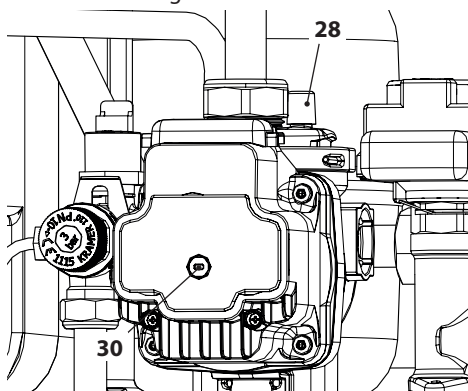

Figura 6.3
- Svitare il tappo della valvola di sfiato automatica 28 in Figura 6.3.
- Togliere il tappo 30 in Figura 6.3 e sbloccare la pompa ruotando il rotore con un cacciavite.